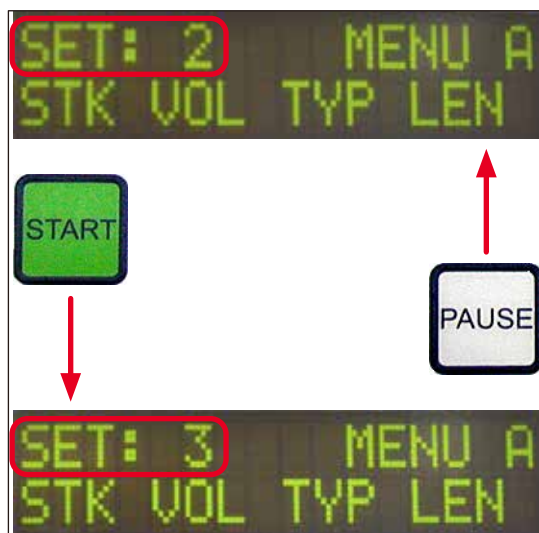

図39
① 合計4つのプログラム (SET 1 ~ SET 4) を別々のパラメータ設定で装置に保存できます。
- **PAUSE** ボタンを押すごとに、番号が次に小さいプログラムが呼び出されます (→ 図39)。